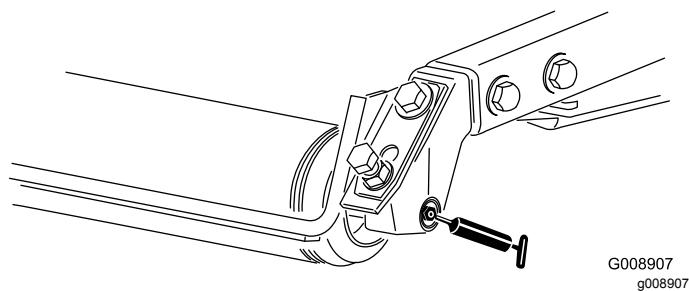

図 54
- 後ローラのベアリング 各カッティングユニットに2ヶ所 図 54